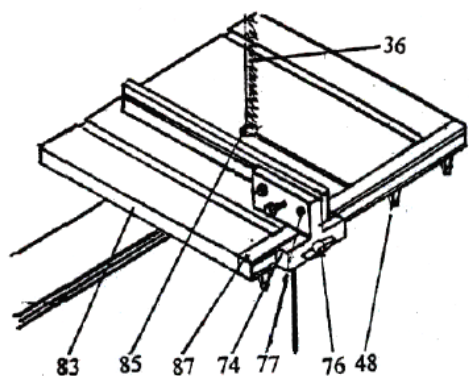
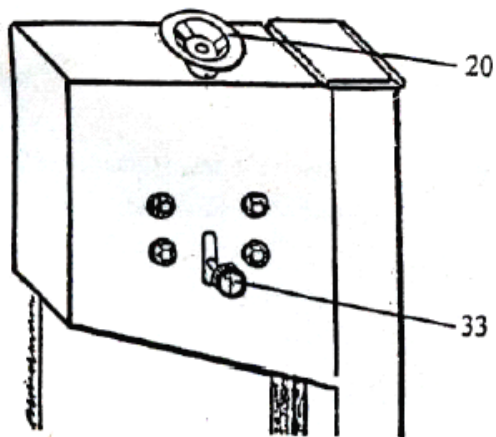

Рис. 1
Рис. 3
5.1. УСТАНОВКА СТОЛА (рис. 1)
Рабочий стол (83) устанавливается согласно рис. 1. Закрепить вставку (85) в центр рабочего стола. Закрепить направляющую планку (87) к столу с помощью барашковых винтов, как показано на рис. 1. Затем вставить болт (76) с квадратным подголовником в боковую направляющую планку через полосковую шайбу (75). Закрепить верхнюю направляющую планку (79) и боковую планку барашком с шайбой. Поместить верхнюю планку с правой стороны полотна пилы. Ослабить гайки (77). Снять верхнюю направляющую планку и ослабить барашек (76). Сдвинуть стойку верхней направляющей планки (74) вправо от полотна (36) пилы. Затем закрепить верхнюю направляющую планку с другой стороны стойки верхней направляющей планки.
1. Сначала открыть верхнюю и нижнюю дверцы (8) и (9), затем ослабить маховичок (20), рис. 3.
2. Снять боковую направляющую планку (87) и полотно пилы (36), рис. 1.
4. Установить боковую направляющую планку (87).
5. Вращая маховичок (20), натянуть полотно пилы. При нагрузке в 3 кг, приложенной к поверхности пилы, прогиб должен составить около 8 мм. Натяжение пилы должно быть умеренным.
6. Рукой повернуть верхний шкив полотна, отрегулировать прохождение полотна (36) в защитном кожухе вращением рукоятки (33), расположенной сзади верхнего корпуса пилы, как показано на рис. 3, для обеспечения прохождения полотна по центру.